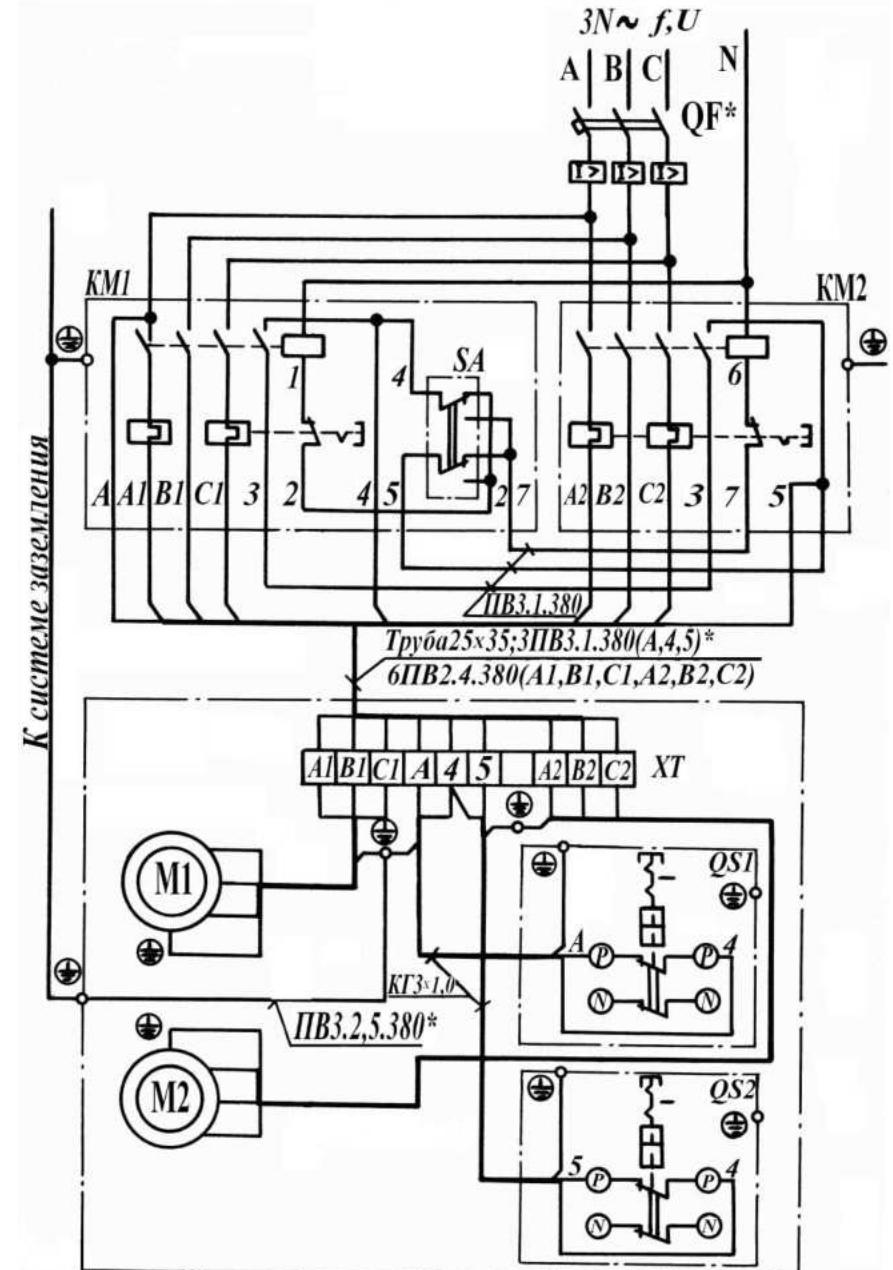

Рис.18 Схема электрическая принципиальная и соединений установки компрессорной, модель КЗ, КЗ-01
4.3.1 Установки выпускаются для подключения в трехфазную четырехпроводную сеть с напряжением 380В, 50Гц (рис.18...24).